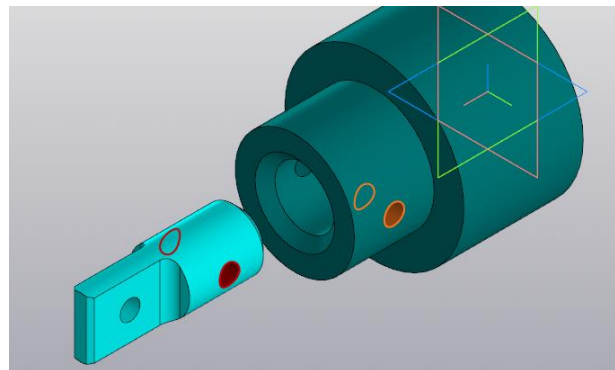

Рисунок 157.
10. Вал повернется и отверстия будут параллельны друг другу (рисунок 157).